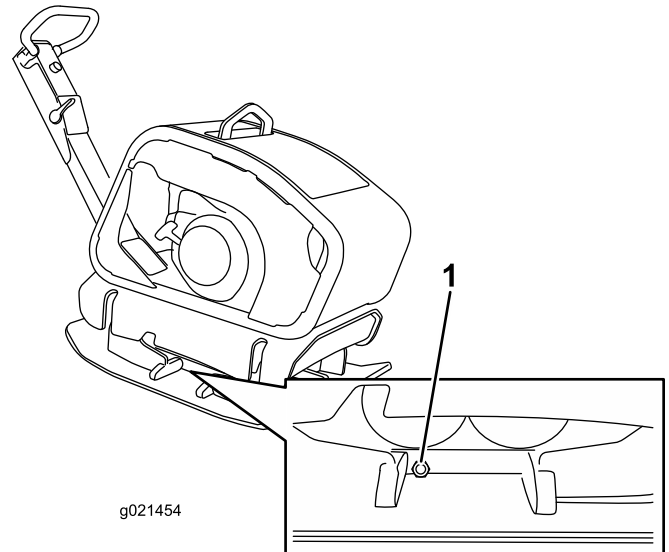

Figure 23
3. Placez des chiffons sous le bouchon d'huile, sur le côté droit du carter d'excentrique (Figure 23).
4. Enlevez le bouchon d'huile (Figure 23).
7. Remettez le bouchon d'huile en place (Figure 23).
4. Placez un bac de vidange sous le bouchon d'huile et retirez le bouchon du carter d'excentrique (Figure 23).
5. Inclinez le compacteur légèrement vers la droite et utilisez un pistolet à aspiration pour aspirer l'huile par l'orifice du bouchon d'huile (Figure 23).
6. Basculez le compacteur légèrement vers la gauche et versez lentement 0,5 litre (6,9 oz) d'huile spécifiée dans l'orifice du bouchon d'huile (Figure 23).